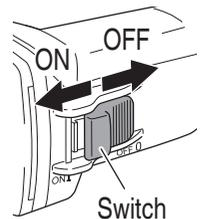

Fig. 11
2. Turn the grinder "on". (**Fig. 11**)